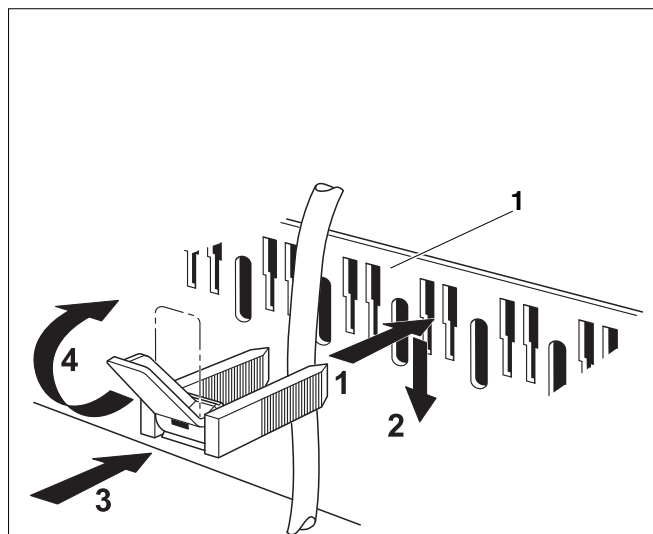

Рис. 19 Крепление провода хомутом
- Вставьте хомут с вложенным в него проводом сверху в шлицы рамки (Рис. 19, **поз. 1**), пластинка рычага при этом должна быть направлена вверх (Рис. 19, шаг 1).
- Сдвиньте хомут вниз (Рис. 19, шаг 2).
- Нажмите на хомут (Рис. 19, шаг 3).
- Поверните рычажок вверх (Рис. 19, шаг 4).